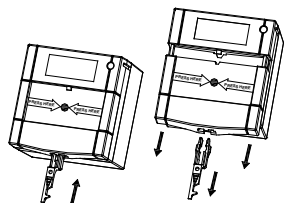

Fig. 3: Separera framsidan från botten
1. Separera framsidan från botten genom att sätta i återställningsnyckeln och försiktigt dra den nedre delen av framsidan nedåt från botten (se fig. 3).